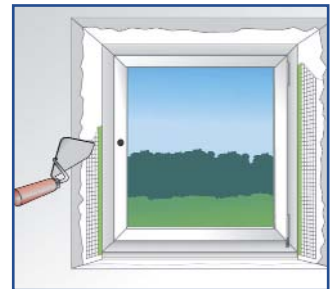

Fig.6 : Finition et lissage.
- Terminer l'application du crépi et son lissage (Fig.6).